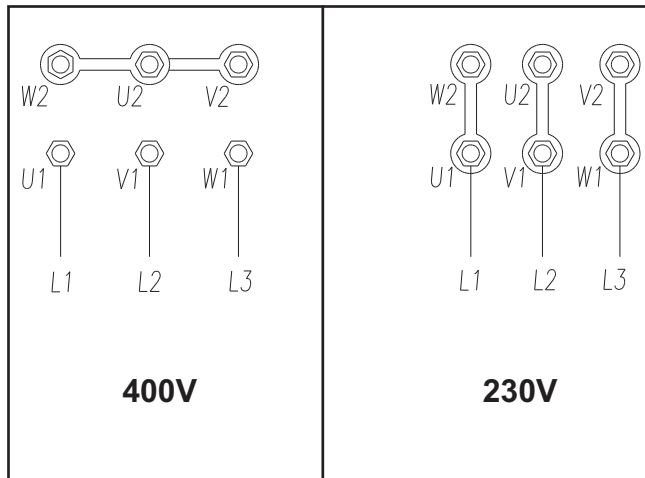

Fig.52 - Abb.52
- Il costruttore fornisce il ponte predisposto per il funzionamento a 400V trifase; nel caso la tensione di linea sia diversa, diventa necessario cambiare il collegamento del motore e del trasformatore (Fig.52) e sostituire inoltre il relè termico richiedendo lo stesso al costruttore e/o al Centro Assistenza.
- 2) To connect the control panel clamp board: insert the wire in the box . The manufacturer supplies the lift set to work with 400V three-ph.; if the power supply voltage is different, it is necessary to change the motor and transformer connections (see Fig.52) and replace the thermal relay. Order the replacement unit from the manufacturer or from your local Service Centre.
L'élévateur est câblé en usine pour un fonctionnement en 380V Triphasé. Au cas où la tension d'alimentation est de 220V Triphasé, il est nécessaire de modifier les connexions du moteur et du transformateur (Fig. 52), et de remplacer le relais thermique par un modèle approprié à commander auprès du constructeur ou du service après vente.
- 2) Den Betriebs- und Steuerspannungsanschluß an das Klemmenbrett der Schalttafel gemäß die Elektrische Schema an der Seite 8 als folgt ausführen: den Kabel in den Kabelverbindungskasten durch den in dem Support des elektrischen Schalttafels Loch (Abb. 51), gemäß das elektrisches Schema, stecken. Der Hersteller liefert die Brücke für den Betrieb mit 400 V Drehstrom; falls eine andere Linienspannung vorhanden ist, müssen die Kontakte im Klemmenbrett des Motors anders angeschlossen werden und es ist der Überbelastungsschalter und der Transformator (Abb. 52) in der Schalttafel auszuwechseln. Die auszuwechselnden Teile sind beim Hersteller und/oder beim Kunden dienst-Center anzufordern.
El fabricante suministra el elevador preparado para funcionar a 400V trifásico; en caso de que la tensión de línea sea diferente, hay que cambiar necesariamente las conexiones del motor y del transformador (Fig. 52) y sustituir además el relé térmico pidiéndoselo al fabricante y/o al Centro de Asistencia.